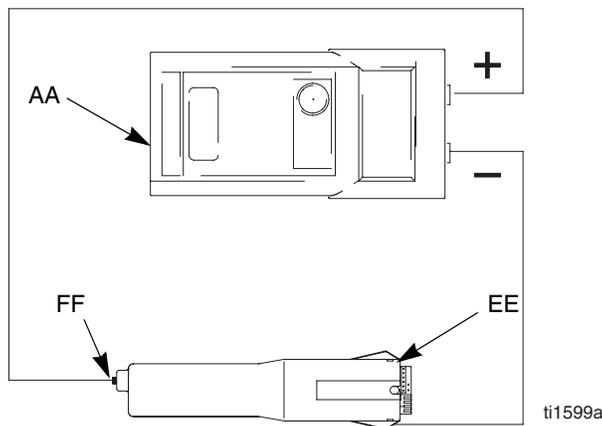

図 11. 電源電気抵抗のテスト
1. 電源 (18) の取り外し, 31 ページ。
2. タービンオルタネータ (19) の電源からの取り外し, 32 ページ。
3. 電源シールの中心 (FF) における, 電源の接地ストリップ (EE) から導電性の接地点までの電気抵抗を測ります。図 11 をご参照下さい。